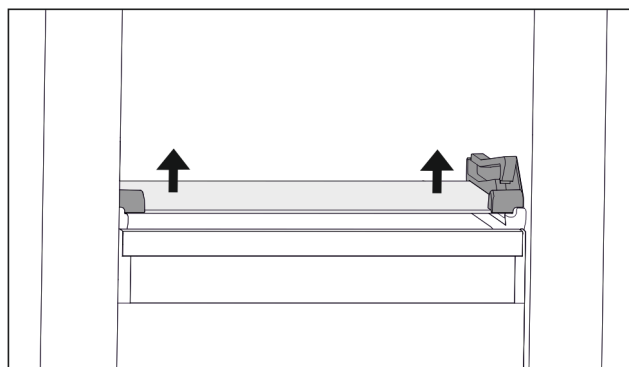

Fig. 92 Glashylla för tippbar utdragslåda
- ▶ Tryck upp glashyllan underifrån på båda sidorna. (se Fig. 92)